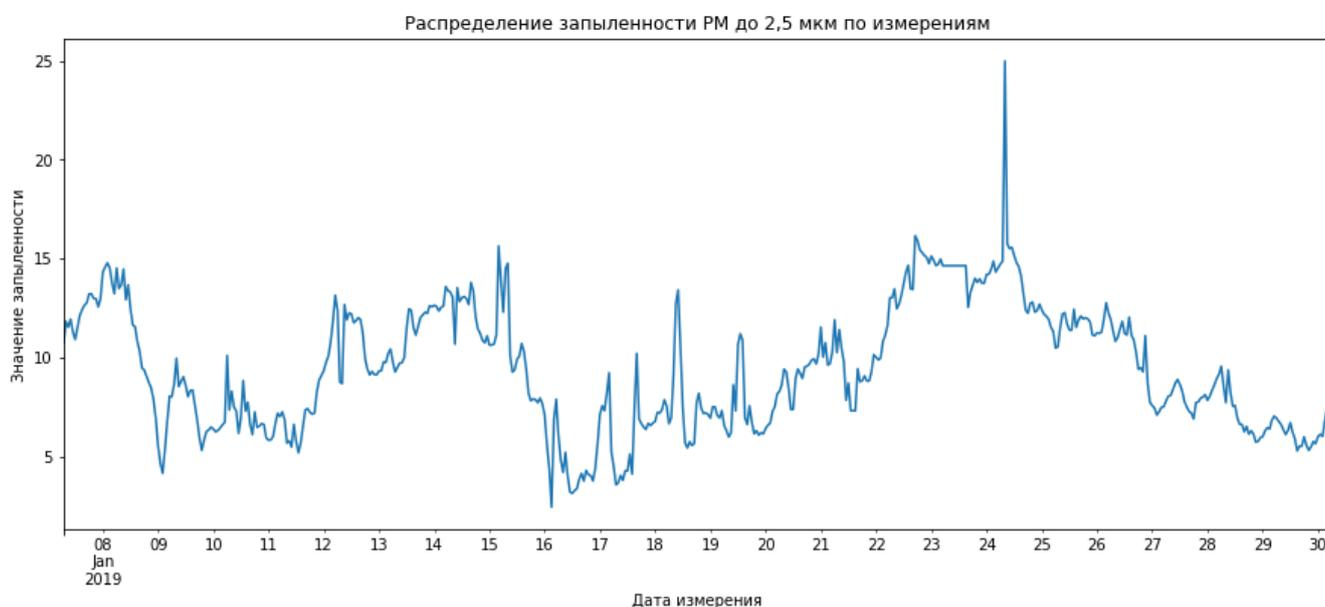

Рис. 23 Изменение графика при усреднении значений на часовых интервалах
33. Если повторно вывести тот же график, мы увидим отличия, т. к. показания датчиков усреднялись и график оказывается более сглаженным, рис. 23. Это может быть полезно для выявления тенденций, трендов в данных.